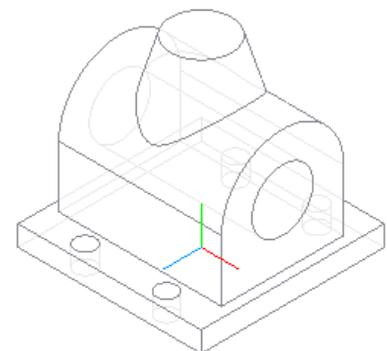

Рис. 7.29
8. Применяем команду  **Вырезать выдавливанием** со следующими параметрами: **Направление выдавливания – Прямое, Способ построения – Через все** (рис. 7.29).